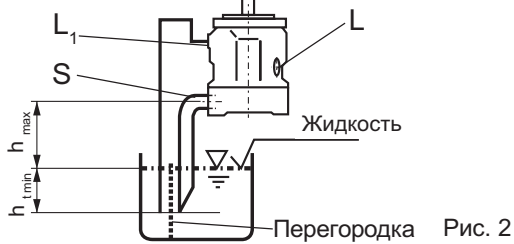

Рис. 2
**b)** Если минимальный уровень масла ниже фланца насоса: к отверстиям "L1" и "S" 2 подключить трубы по рис. 2. По условиям п. 1.2.1 запереть "L".
Перед размещением корпус насоса необходимо заполнить в горизонтальном положении. Схема установки-рис.2